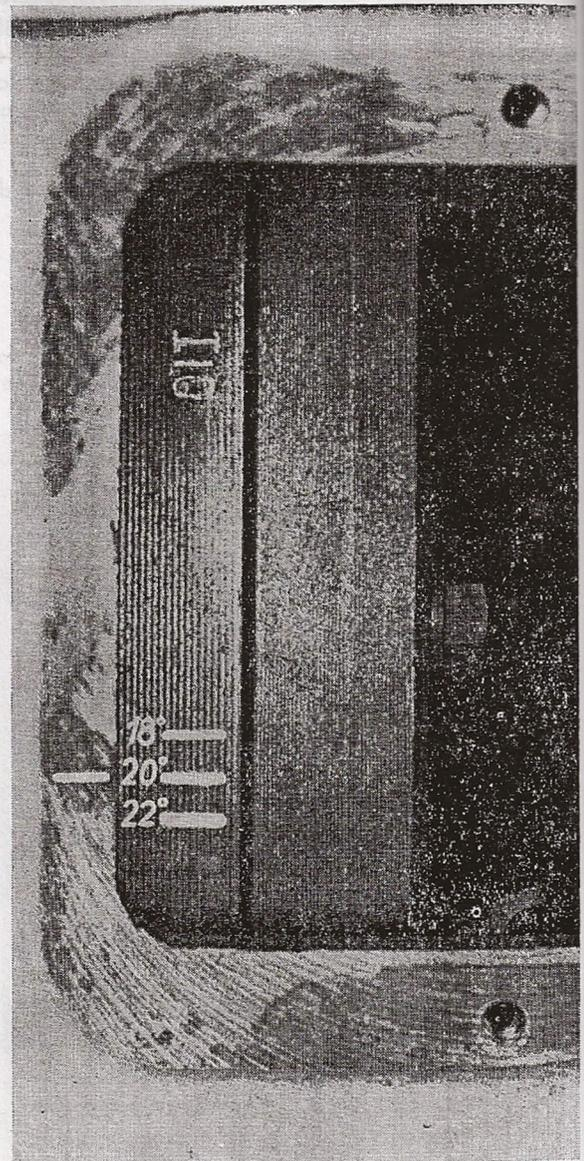

Fig. 35
Le début d'injection sur les tracteurs Zetor 2511, Zetor 3511 et Zetor 4511 est calé à 20° avant point mort haut, c'est-à-dire la distance du piston de du point mort haut est de 4,5 mm. Sur le volant moteur le début d'injection est marqué par un repère 20°. (Cette donnée s'étend pour le piston du premier cylindre.) Sous le couvercle se trouvant sur le flanc de la boîte de vitesses se trouve, sur la face d'assise un repère qui doit coïncider avec le troisième repère sur le volant moteur en cas d'un réglage correct du but d'injection (fig. 35). Sur le volant moteur
8. Tourner le vilebrequin pour envoyer le combustible dans le tube capillaire. Continuer à tourner tout en surveillant attentivement le niveau du gas-oil dans le capillaire; au moment où ce niveau bouge tant soit peu, le repère sur le volant moteur doit coïncider avec le repère sur la boîte de vitesses (fig. 35).